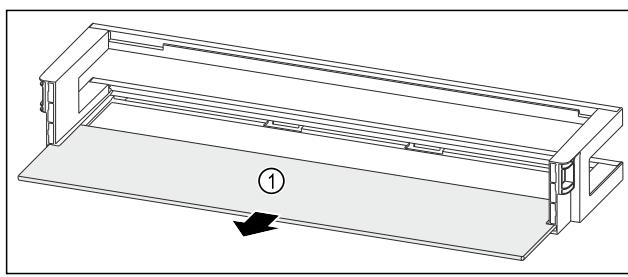

Fig. 95 Рафт на врата с рафт
- ▶ Свалете рафта Fig. 95 (1).